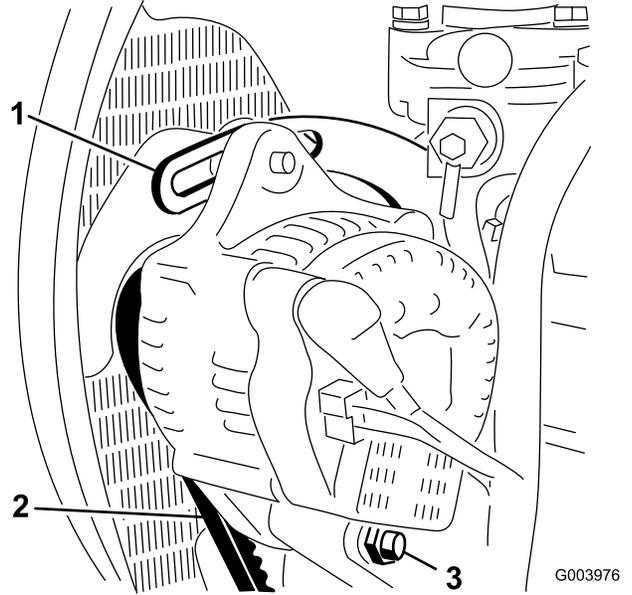

图72
2. 检查交流发电机皮带张紧力的方法：使用 10kg 的力按压交流发电机和曲轴箱皮带轮之间的皮带（图72）中间位置。
3. 松开将皮带环形支架固定到发动机（图72）的螺栓，以及将交流发电机固定到皮带环形支架上的螺栓和枢轴螺栓。